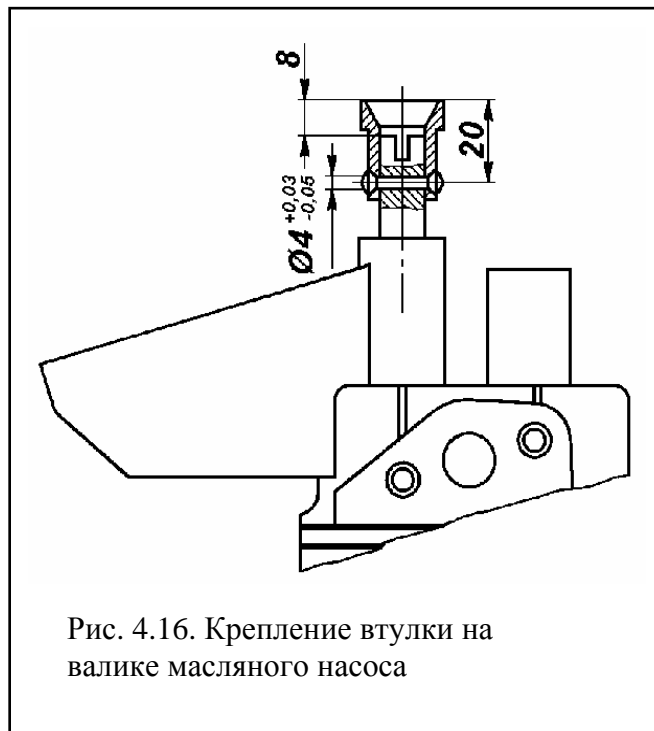

Рис. 4.16. Крепление втулки на валике масляного насоса
1. Напрессуйте на ведущий валик втулку, выдержав размер между торцом ведущего валика и торцом втулки 8 мм (рис. 4.16). При этом зазор между корпусом насоса и другим торцом втулки должен быть не менее 0,5 мм.